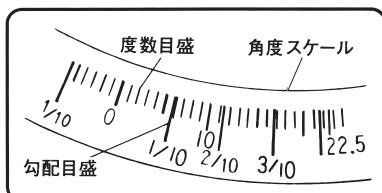

図 29
- (2) 角度スケールには、度数目盛と勾配目盛が表示しております。(図29)